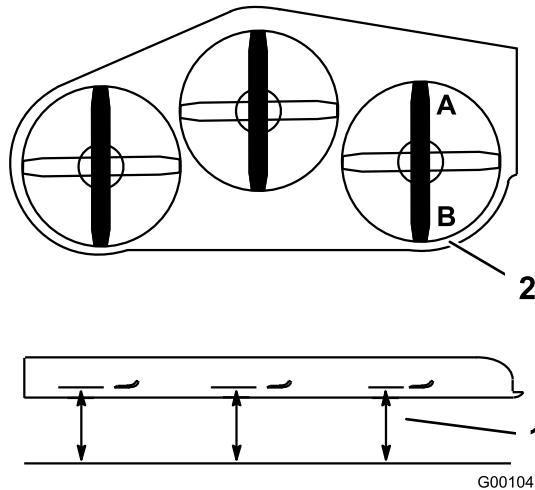
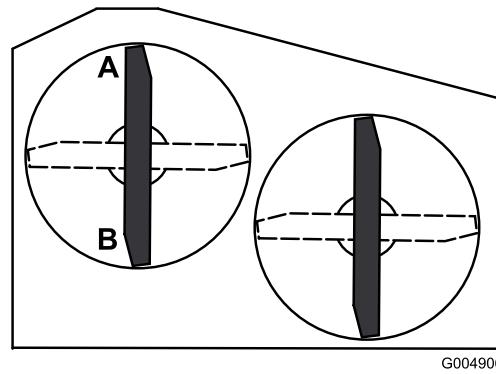

Figure 64
Figure 65
2. Tournez une lame dans le sens longitudinal. Mesurez la distance aux points **A** et **B** entre une surface plane et le bord coupant des pointes des lames (Figure 64 ou Figure 65). Pour les plateaux de coupe de 36 pouces, reportez-vous à la Figure 65.
4. Tournez les lames dans le sens longitudinal. Mesurez la distance aux points C et D (Figure 64) entre une surface plane et le bord coupant des lames.